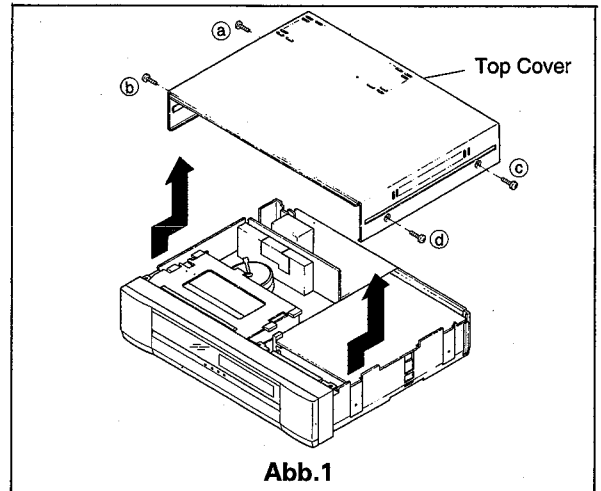

Abb.1
- A. Entfernen Sie die 4 Schrauben (a ~ d) (Siehe Abb.1), mit denen die Abdeckung befestigt ist.